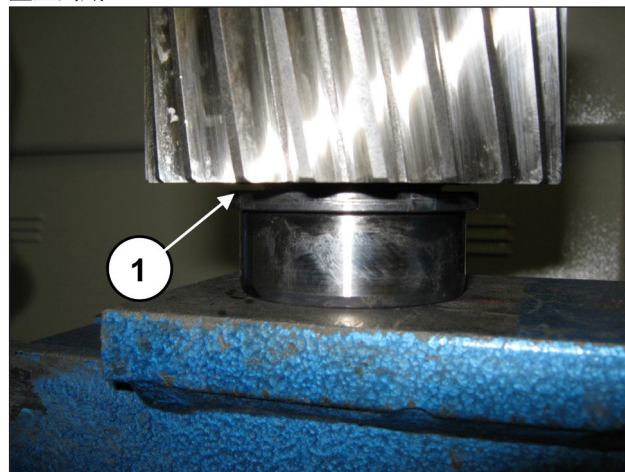

图 82
在小齿轮上预装轴承内环 $40 \times 90 \times 23$ (①, 图 82), 将之定位直至到底。